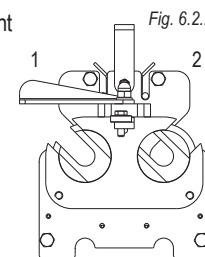

Fig. 6.2.2
- Pour introduire le rouleau lames, tourner la poignée du panier lames de façon à ce que la fente s'ouvre (position "1" fig. 6.2.2) la poignée fait un déclic.
- Tourner la poignée du panier dans le sens opposé pour bloquer le rouleau (position "2" fig. 6.2.2 la poignée fait un déclic)